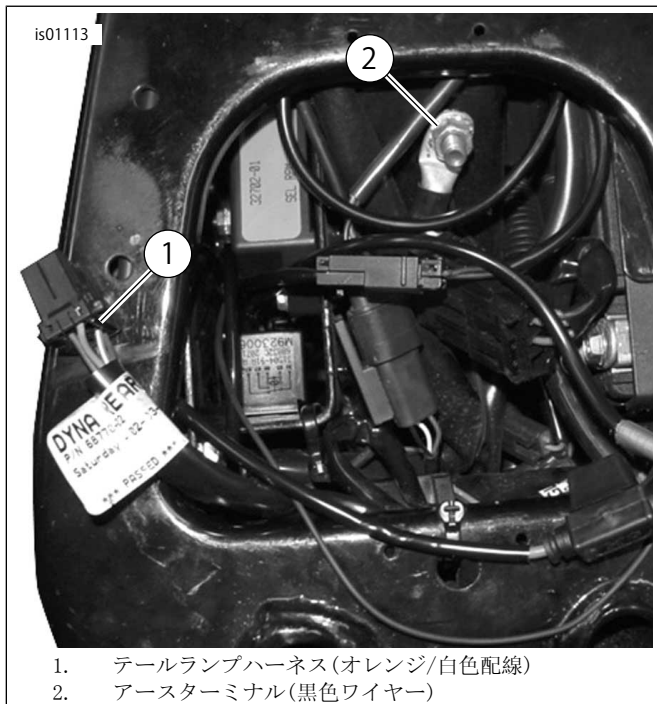

図1。電源とアース接続部(Dynaモデル)
3. 図1を参照してください。アース位置に容易に届く長さにサテライトレシーバーワイヤーハーネスの黒色ワイヤーを切り、そのワイヤーの先端をリングターミナルに圧着します(サービスマニュアルの付録にPackard製圧着ツールの説明がありますので、それに従ってください)。
2. 図1を参照してください。アクセス可能ポイントにあるサイドカバー内部のメインハーネスの覆いのエリアを慎重に切り開き、オレンジ/白色のメインハーネス電源リードを切ります。